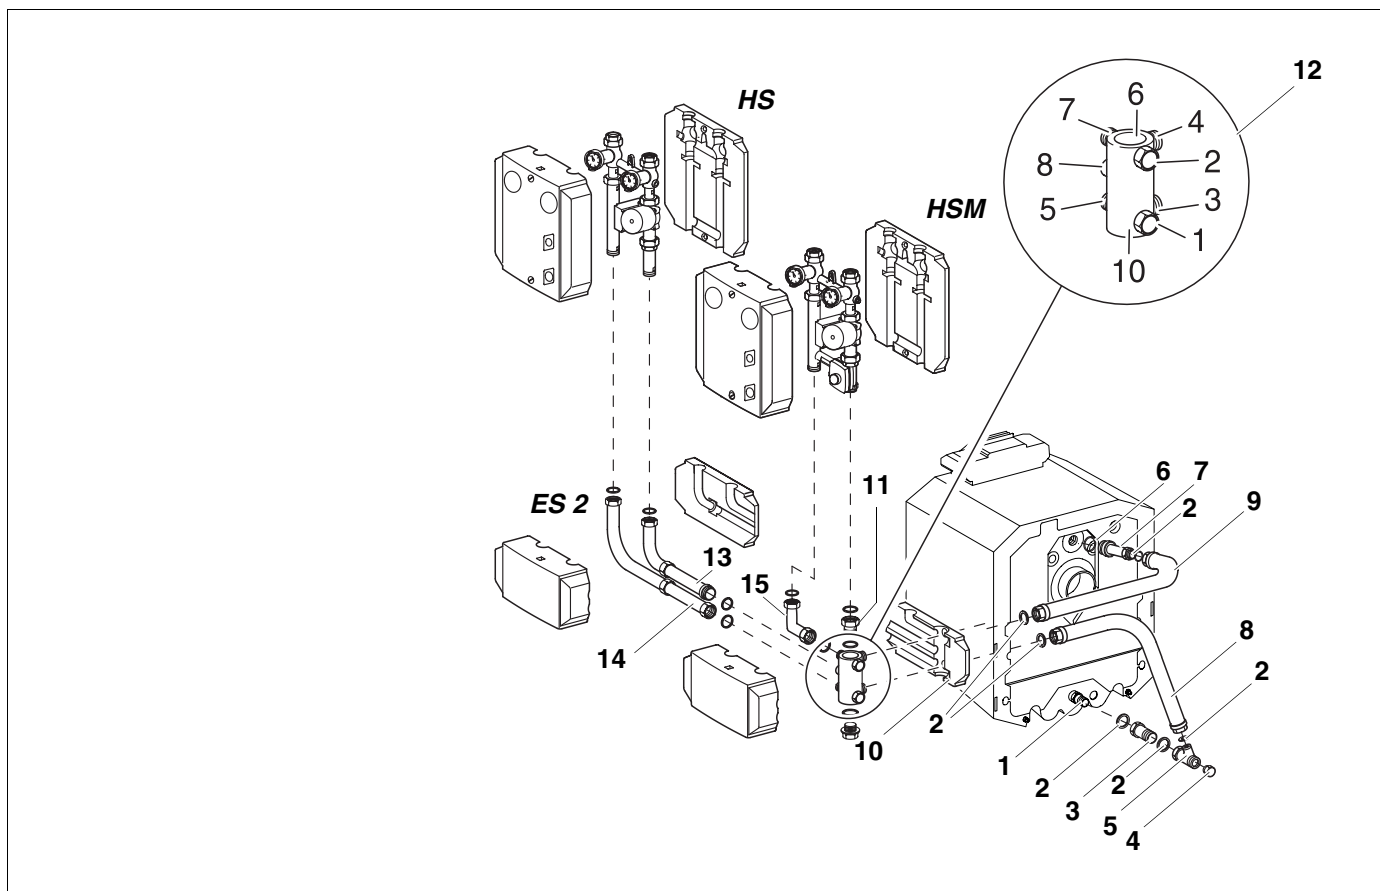

Abb. 10 Seitlich parallel Rechtsanbau
Legende zu Abb. 10
- Doppelnippel (13) mit O-Ring in den Abgang Nr. 8 im Multifunktionsverteiler einschrauben.
- Dichtung entsprechend Abb. 10 in das Zwischenstück (14) einlegen und das Zwischenstück auf den Abgang Nr. 5 des Multifunktionsverteilers aufschrauben.
- Heizkreis-Set mit Mischer (HSM) oder ohne Mischer (HS) entsprechend Abb. 10 aufschrauben.
- Rohrbogen mit Dichtung (kurzer Schenkel) montieren (Abb. 10).